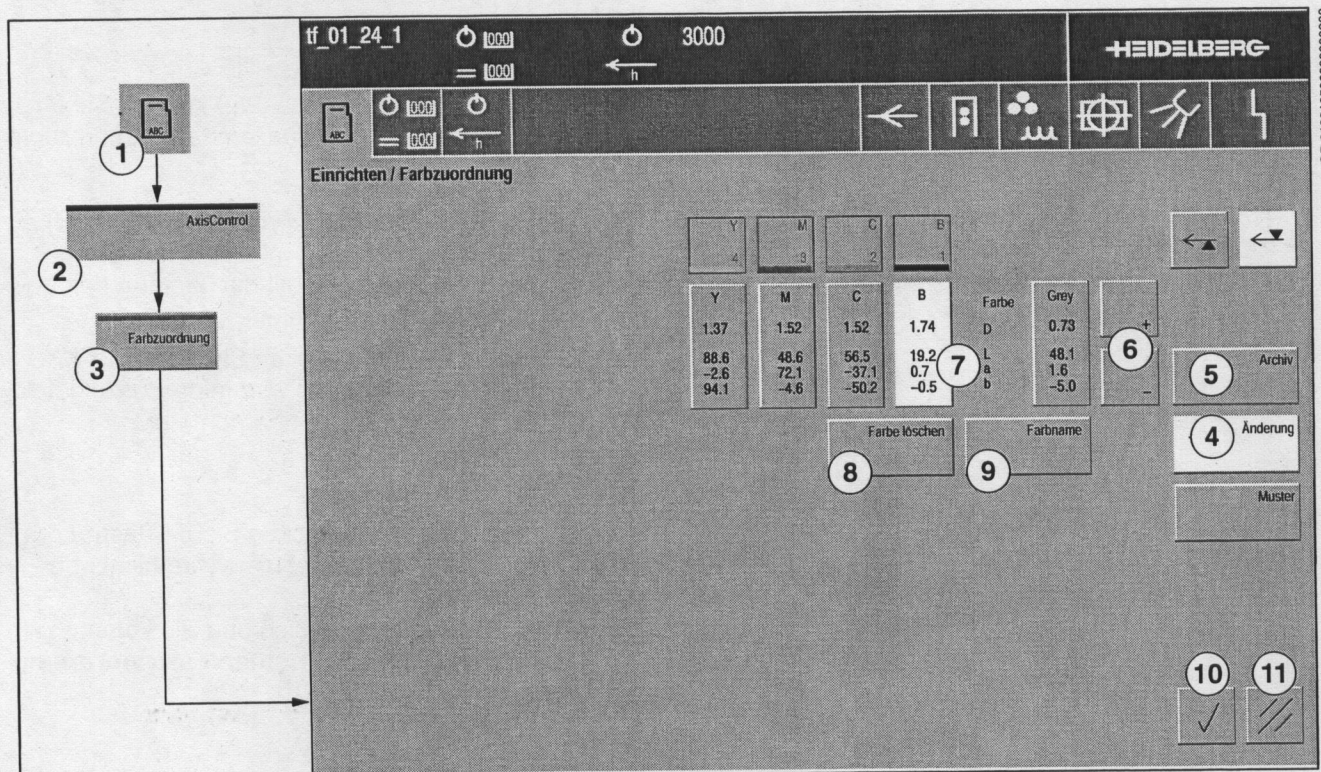
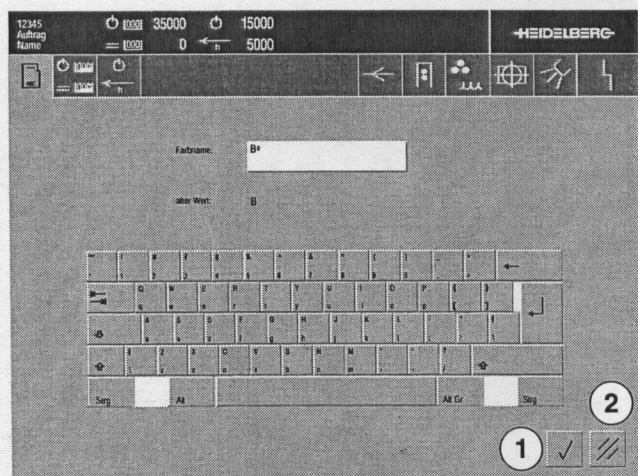

Abb. 9 Menü Farbzuordnung Änderung
Abb. 10 Menü Farbname
2. Drücken Sie die Taste *Änderung* (Abb. 9/4). Es öffnet sich ein Fenster, in dem Sie Farbzusordnungen löschen, Farbnamen vergeben oder Farbwerte ändern können.
Mit der Taste *Farbe löschen* (Abb. 9/8) löschen Sie eine Farbe aus der Ansicht.
1. Wählen Sie das Druckwerk an, in dem Sie die Farbe löschen wollen. Das angewählte Druckwerk erscheint hell unterlegt (Abb. 9/7). Sie können immer nur ein Druckwerk auswählen.
2. Drücken Sie die Taste *Farbe löschen* (Abb. 9/8). Die Farbdaten, Dichte und Lab-Wert, werden aus der aktuellen Ansicht gelöscht. Das Druckwerk wird weiß dargestellt.
Wenn Sie dem Druckwerk wieder eine Farbe zuordnen wollen, drücken Sie die Taste *Archiv* (Abb. 9/5). Gehen Sie dann vor wie im Abschnitt **individuelle Zuordnung** beschrieben.
Mit der Taste *Farbname* (Abb. 9/9) können Sie für ein Druckwerk einen individuellen Farbnamen zuordnen.
1. Drücken Sie die Taste *Farbname* (Abb. 9/9). Es öffnet sich ein Fenster mit einer Tastatur (Abb. 10). Geben Sie mit der Tastatur den gewünschten Farbnamen ein.
2. Eingabe sichern: Drücken Sie die Taste *OK* (Abb. 10/1), der Name wird in das Anzeigefeld unter dem Druckwerk übernommen.
Eingabe löschen: Drücken Sie die Taste *Löschen* (Abb. 10/2), der Name wird nicht übernommen.
Das Fenster schließt sich und Sie kommen zurück in das Menü **Einrichten/Farbzuordnung** (Abb. 9).
Mit den Tasten + und - (Abb. 9/6) können Sie die Sollwerte der Farbe ändern.
1. Wählen Sie das Druckwerk an, dessen Sollwerte Sie ändern möchten. Das angewählte Druckwerk erscheint hell unterlegt (Abb. 9/7). Sie können immer nur ein Druckwerk auswählen.
2. Ändern Sie mit den Tasten + und - (Abb. 9/6) die Sollwerte.